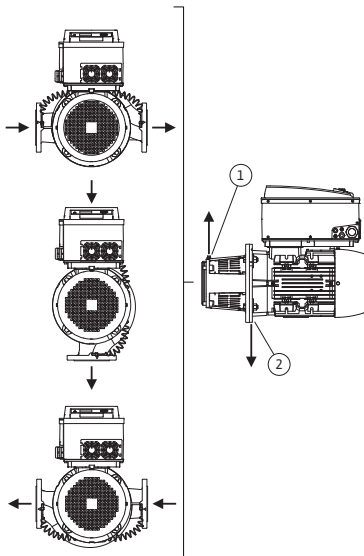
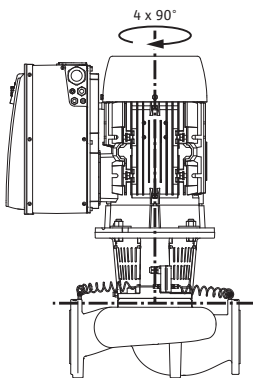

Fig. 18. Допустимые монтажные положения с горизонтальным валом электродвигателя
Fig. 19. Допустимые монтажные положения с вертикальным валом электродвигателя
Допустимые монтажные положения с горизонтальным валом электродвигателя и электронным модулем вверх (0°) показаны на Fig. 18. Не показаны допустимые монтажные положения с монтированным сбоку электронным модулем (+/- 90°). Допускается любое монтажное положение, кроме «электронным модулем вниз» (-180°). Удаление воздуха насоса обеспечивается только при условии, что клапан для удаления воздуха обращен вверх (Fig. 18, поз. 1). Только в этом положении (0°) может осуществляться направленное отведение накапливающегося конденсата через имеющиеся отверстия, фонарь насоса и электродвигатель (Fig. 18, поз. 2). Для этого удалить пробку на фланце электродвигателя.
Допустимые варианты монтажа с горизонтальным валом электродвигателя показаны на Fig. 19. Допускается любое монтажное положение, кроме положения «электродвигателем вниз».
При вертикальном расположении вала электродвигателя допускается любое положение клапана. См. также Fig. 18. «Допустимые монтажные положения с горизонтальным валом электродвигателя» на странице 204 или Fig. 19. «Допустимые монтажные положения с вертикальным валом электродвигателя» на странице 204.
- При горизонтальном положении вала электродвигателя отверстие для отвода конденсата должно быть направлено вниз (Fig. 18, поз. 2). При необходимости следует соответствующим образом повернуть электродвигатель.